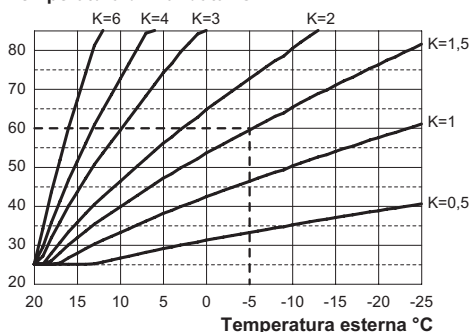
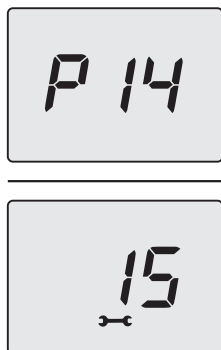

Figura 5.32
Figura 5.38
Se alla caldaia **È COLLEGATO** il comando remoto (opzionale) riferirsi alla Figura 5.32.
Quando si installa la sonda esterna bisogna impostare questo parametro in base al rendimento dell'impianto di riscaldamento per ottimizzare la temperatura di mandata (Figura 5.32).
Es. Per avere una temperatura di mandata all'impianto di riscaldamento di 60°C con una esterna di -5°C si deve settare un K di 1,5 (linea tratteggiata in Figura 5.32).
- Utilizzando i tasti 14 o 16 è possibile modificare il valore del parametro 14 da un minimo di **00** ad un massimo di **60** in base alla curva scelta del coefficiente K in Figura 5.32 (il valore letto sul display, in Figura 5.38, corrisponde a **K = 1,5**).